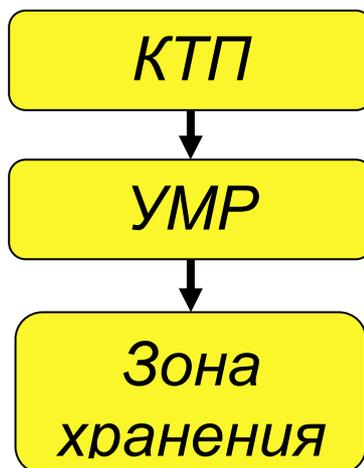

Рисунок 4 – Схема производственного процесса специализированного АТП
2. Специализированные транспортные предприятия ("депо") выполняют только перевозочный процесс, а все виды ТО и ТР (иногда и хранение подвижного состава) проводят в других предприятиях на контрактной основе. К последней группе, как правило, относятся предприятия с небольшим числом автомобилей, где создание своей производственной базы нерационально. Схема производственного процесса спец. АТП представлена на рис. 4.